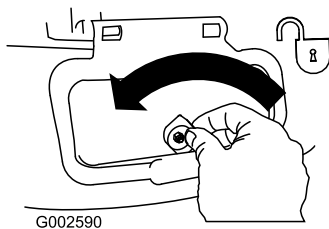

Figure 34
1. Unlock the side-discharge door (Figure 34).